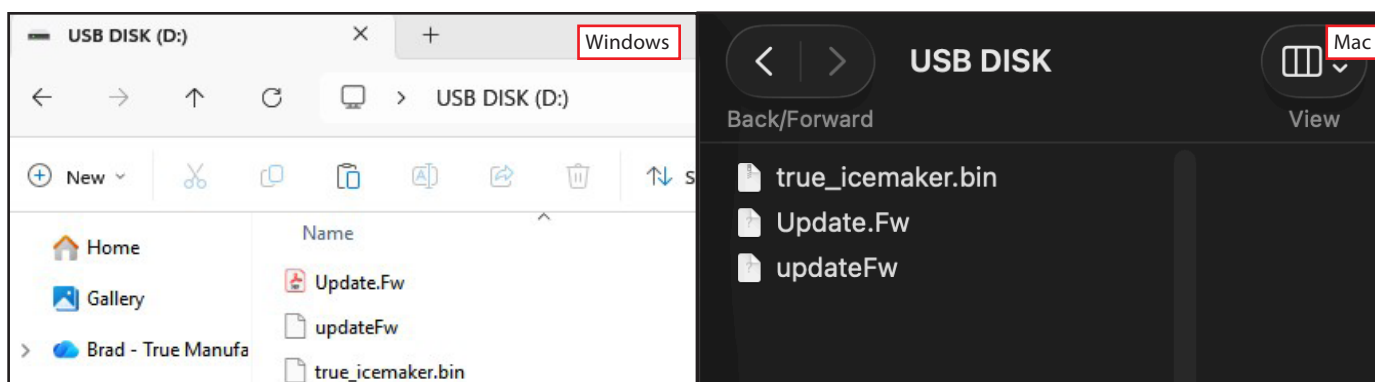

Fig. 10. Copiare i file del firmware nell'unità USB.
10. Copiare i file del firmware nell'unità USB. Si veda la Fig. 10.